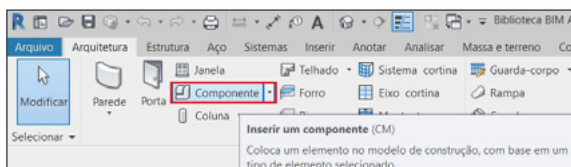

Figura 29 – Acesso ao botão “Componente”.
- Na aba “Arquitetura”, painel “Construir”, clique no botão “Componente” ou tecle “CM” para ativar o comando de inserir componentes (Figura 29);